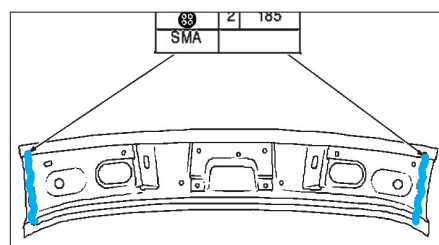

FIG. 160
- Encoller les extrémités de la traverse (fig. 160).